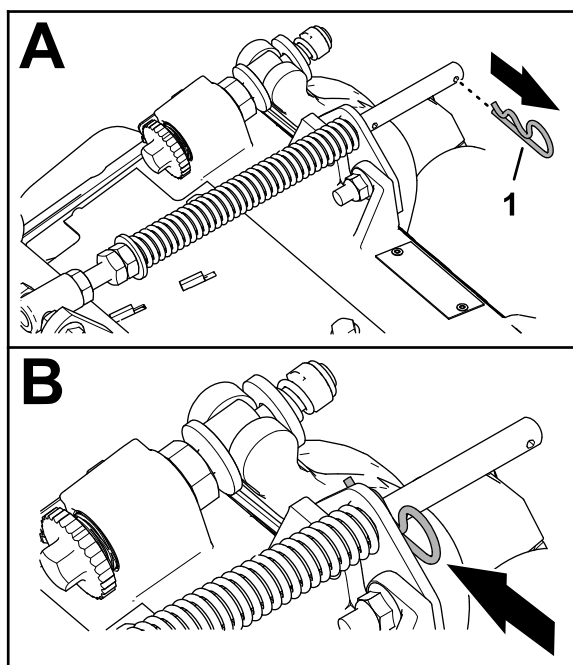

Figura 7
1. Se o grampo estiver instalado no orifício traseiro da haste da mola de compensação, remova-o e insira-o no orifício próximo ao suporte (Figura 7).